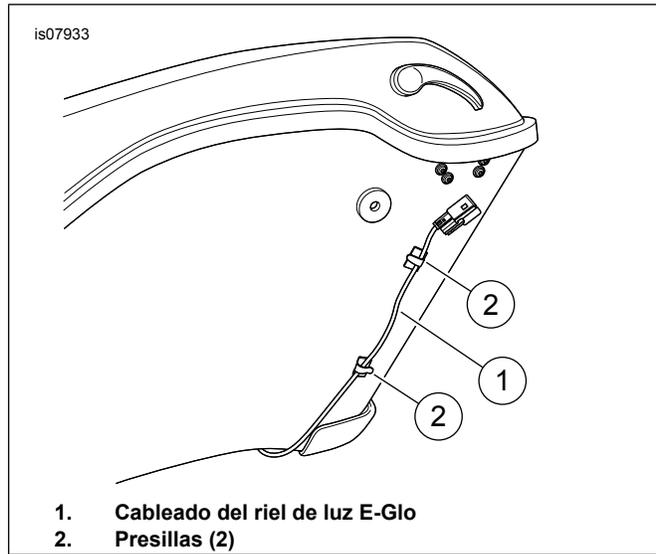

Figura 2. Ubicación de cables
13. Vea Figura 2. Coloque el cableado del riel de luz E-Glo como se muestra. Sujete el cableado con las presillas que se proporcionan en el kit.